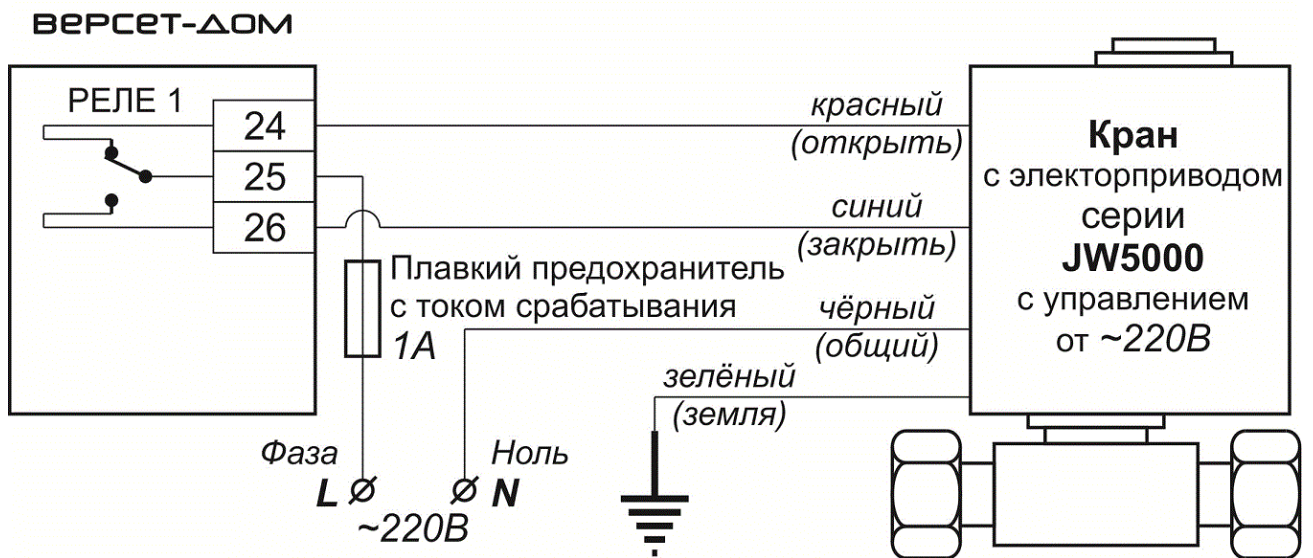

Рис.9. Схема подключения крана с электроприводом, с управлением от 220В
- произведите разметку крепления корпуса прибора по Рис.9;